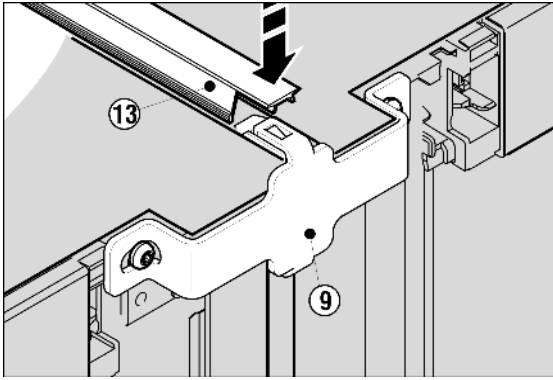

Fig. 16
- En la parte superior, presione la regleta corta Fig. 16 (13) para introducirla en la ranura. Procure que la escotadura de la tira tapajunta esté orientada hacia la parte delantera de los aparatos. La regleta y el techo del aparato deben quedar a ras en el canto delantero.